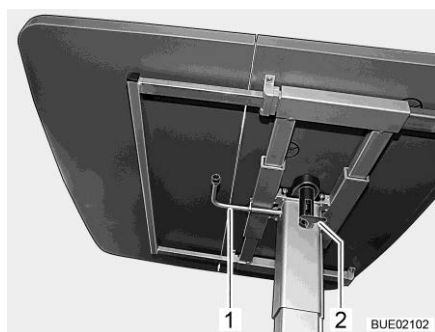

Fig. 129 Tavolo rialzabile
- Tirare verso il basso la leva di serraggio (Fig. 129,2).
- Ruotare la leva (Fig. 129,1) sotto il piano del tavolo di 180° in senso orario. Il meccanismo di sollevamento nel piede del tavolo viene sbloccato.
- Ruotare la leva (Fig. 129,1) sotto il piano del tavolo di 180° in senso orario. Il piano del tavolo va automaticamente verso l'alto fino al fine corsa.